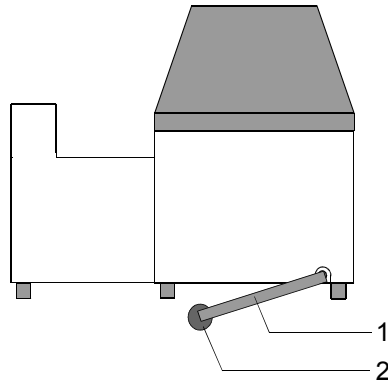

Fig. 5-4
- Amenez le tuyau dans un siphon de sol sans pression → Fig. 5-4.